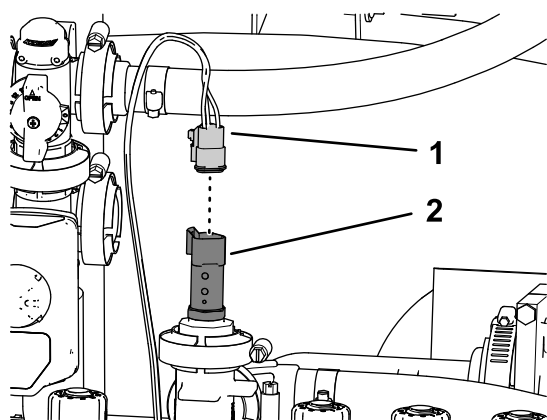

Рисунок 132
1. Подсоедините 3-гнездовой разъем ответвления жгута проводов длиной 61 см из комплекта с маркировкой PRESSURE TRANSDUCER GREEN WEDGE (ЗЕЛЕНЫЙ ТРЕУГОЛЬНИК ДАТЧИКА ДАВЛЕНИЯ) к 3-штыревому разъему датчика давления (Рисунок 132).